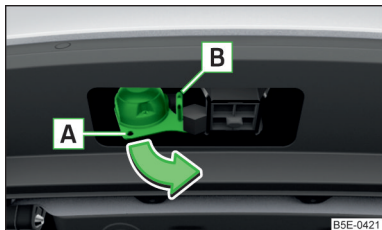

Fig. 197
- Saisissez la prise 13 broches au niveau de **A** et sortez-la dans le sens de la flèche » fig. 197.
- Branchez la prise mâle du câble de la remorque dans la prise à 13 pôles **A** » fig. 197 .